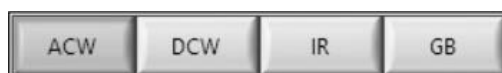

Рисунок 41 – Режимы работы
– «Режимы работы» – установка электробезопасности может обладать следующими режимами работы (см. рисунок 41):